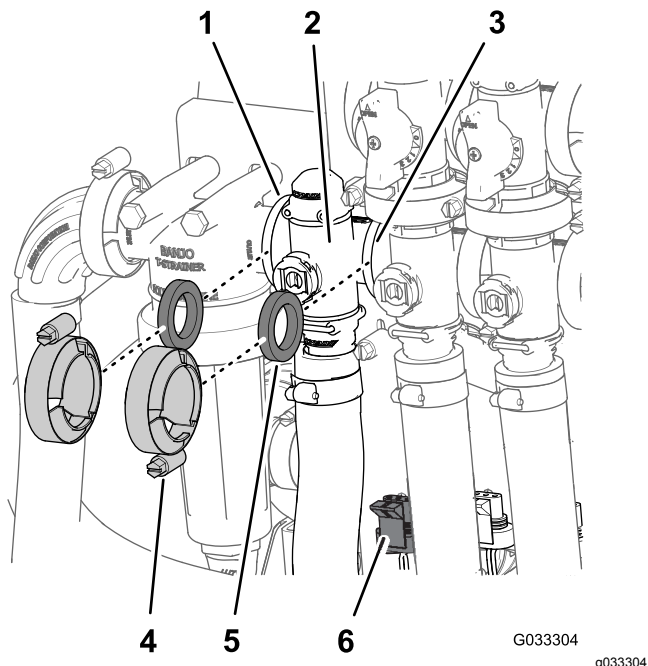

Figura 62
1. Retire os grampos e as juntas que prendem o coletor da válvula de controlo de aplicação Figura 62.